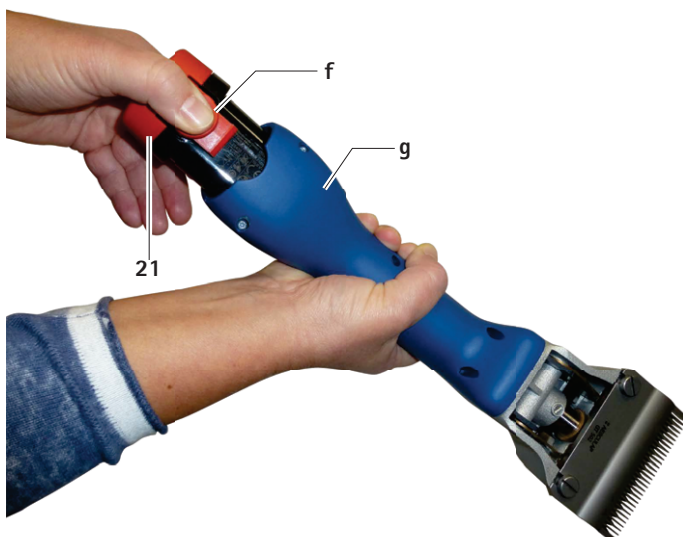

Fig. 1
- Hold den batteridrevne klippemaskinen **g** med klippehodet ned, slik at li-ionbatteriet **21** ikke faller ned når det løsnes, se Fig. 1.